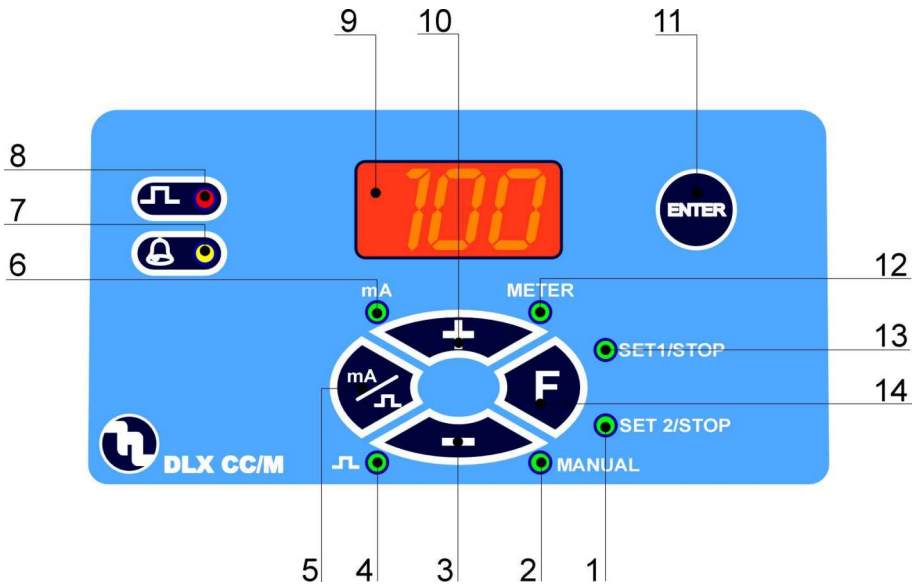

Fig. 13
6.1 - COMANDI (Fig. 13)
6.6 - IMPOSTAZIONE PARAMETRI (Fig. 13)